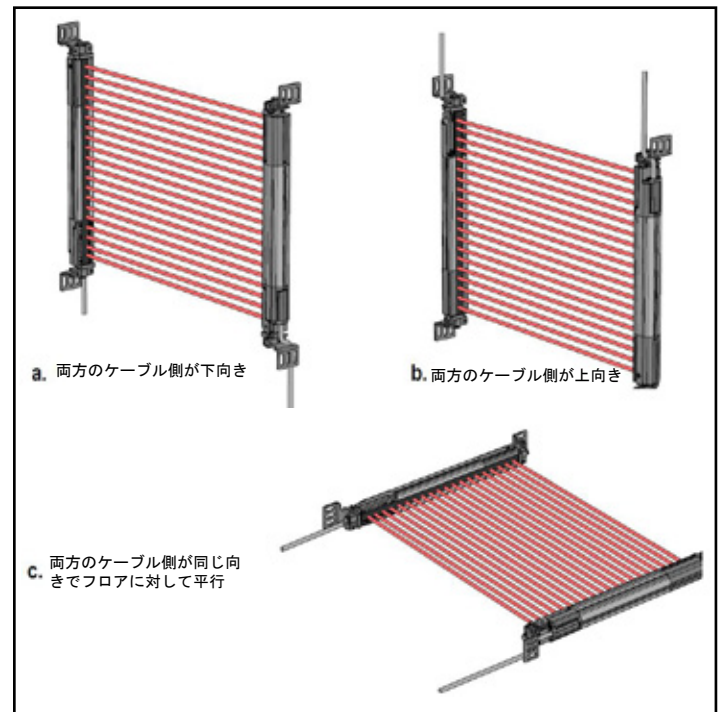
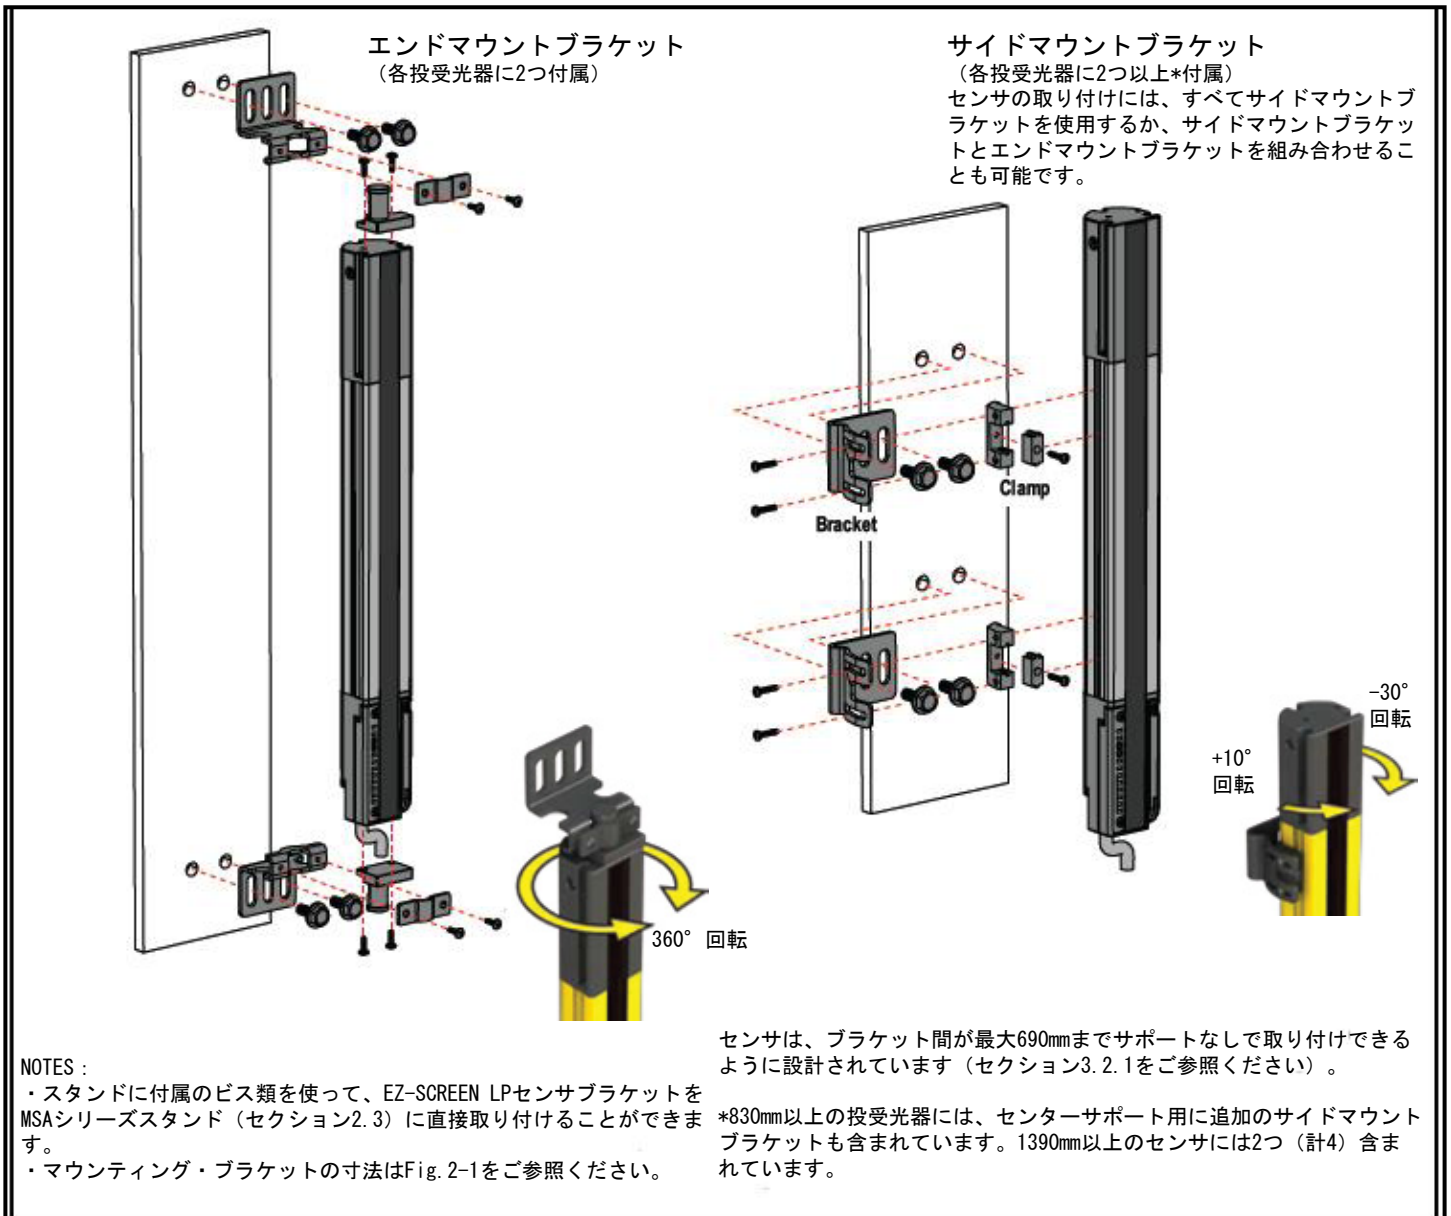

Fig. 3-5 投受光器の正しい向きの例
Fig. 3-10 投受光器の取付金具
センサには、2つのエンドキャップブラケットと、少なくとも2つのサイドマウントブラケットが付いた状態で出荷されます。付属のエンドキャップブラケットは360°回転します。サイドマウントブラケットは1方向に30°回転し、反対方向に10°回転します（Fig. 3-10を参照）。サイドマウントブラケットはハウジングの片側もしくは両側に取り付けることができます。追加で回転が必要な場合は、セクション2.4のアクセサリブラケットを参照してください。
衝撃や振動にさらされることがある場合は、センターマウントサイドブラケットを長い投受光器と使用します。そのような場合、投受光器はブラケットの間が最大690mmまでサポートなしで取り付けできます。830mm以上の投受光器には、センターマウントができるように追加で1つ以上のサイドブラケットが付属しています（Fig. 3-10を参照）。
1. 共通の基準点（セクション3.1.1で計算された最小安全距離を確認してください）から測定し、中間点が互いに直接向かい合うように同一平面上で投受光器を配置します。重要：両方のセンサのコネクタの端を同じ向きにしてください（Fig. 3-5と警告、セクション3.1.4を参照）。付属のM5ボルトとナット、またはユーザー指定のハードウェアを使って、ブラケットを取り付けたい表面にゆるく取り付けます。ブラケットは必要に応じて「in」か「out」に面するようにできます（Fig. 2-6を参照）。
1. 共通の基準点 (セクション3.1.1で計算された最小安全距離を確認してください) から測定し、中間点が互いに直接向かい合うように同一平面上で投受光器を配置します。重要: 両方のセンサのコネクタの端を同じ向きにしてください (Fig. 3-5と警告、セクション3.1.4を参照)。付属のM5ボルトとナット、またはユーザー指定のハードウェアを使って、投受光器マウンティング・ブラケットを取り付けたい表面にゆるく取り付けます。Fig. 3-10を参照。